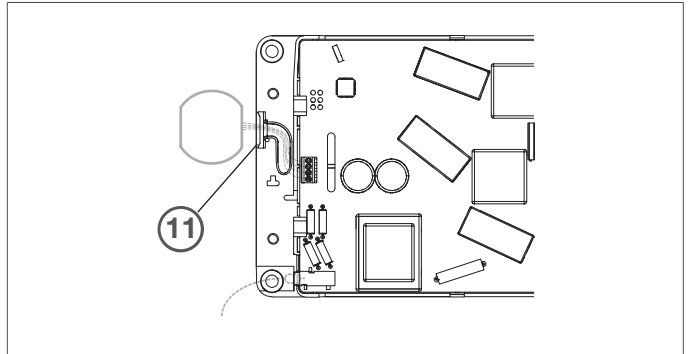

Bild 7: Potenzialfreien Ausgang anschließen
- 1 Ausbrechöffnung (11) am Gehäuseunterteil entfernen (Bild 7).